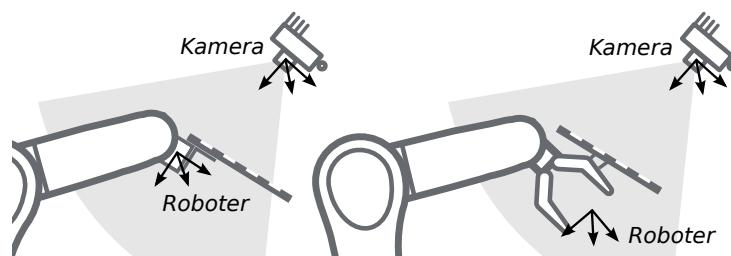

Abb. 6.17: Alternative Montageoptionen für die Befestigung des Kalibriermusters am Roboter
6.16 und Abb. 6.17 angegeben, angebracht werden.
Bemerkung: Für das Modul zur Hand-Auge-Kalibrierung spielt es keine Rolle, wie das Kalibriermuster in Bezug auf das benutzerdefinierte Roboter-Koordinatensystem genau angebracht und positioniert wird. Das bedeutet, dass die relative Positionierung des Kalibermusters zu diesem Koordinatensystem weder bekannt sein muss, noch für die Kalibrierroutine relevant ist (siehe in Abb. 6.17).